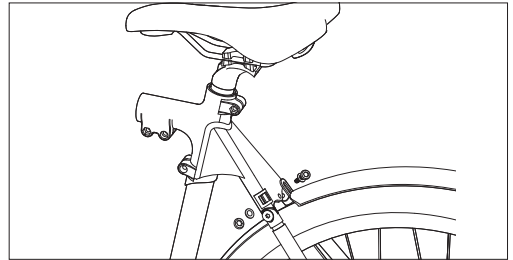

Figure 6-1
- b. Après avoir aligné le garde-boue avec le trou de la vis, resserrez les vis de montage pour le fixer sur le joint du tube de selle, comme le montre la [Figure 6-1].